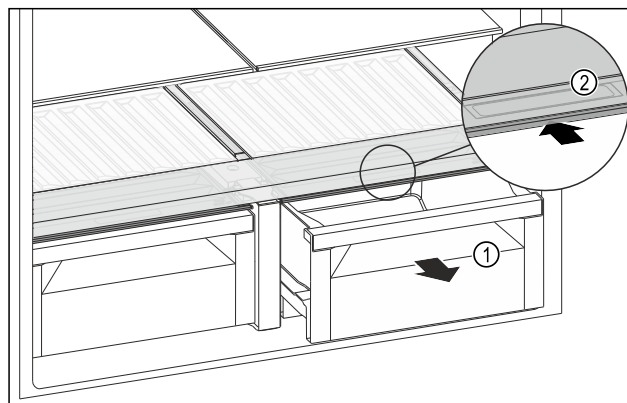

Fig. 139
- ▶ Schubfach Fig. 139 (1) herausziehen.
- ▶ Griffmulde Fig. 139 (2) am Fachdeckel anfassen und Fachdeckel gleichzeitig nach hinten schieben.